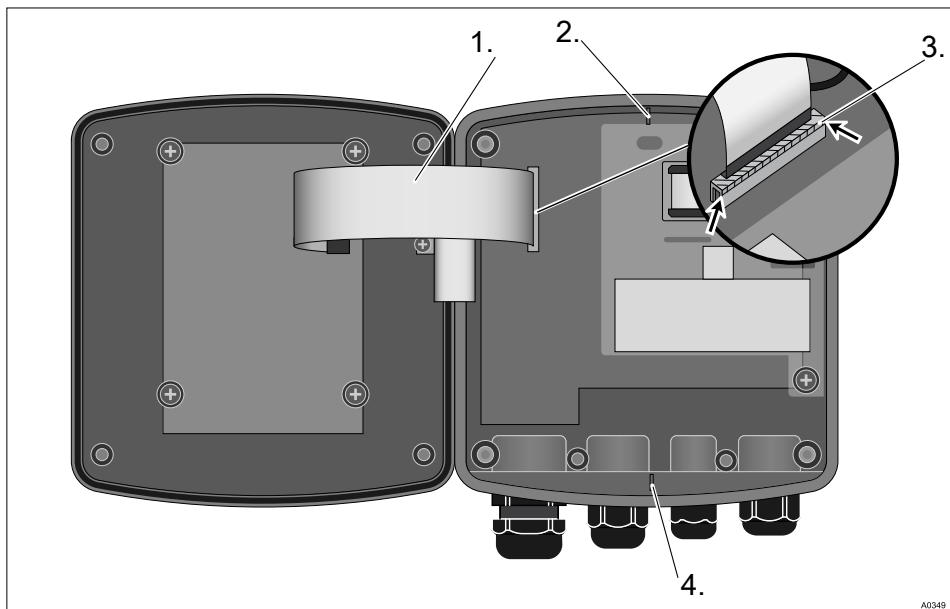

Fig. 6: Scollegamento del cavo piatto multipolare
L'attacco del cavo piatto multipolare è saldato alla scheda e non può essere smontato. Per scollegare il cavo piatto multipolare è necessario aprire il blocco (3) dell'attacco - vedere Fig. 6